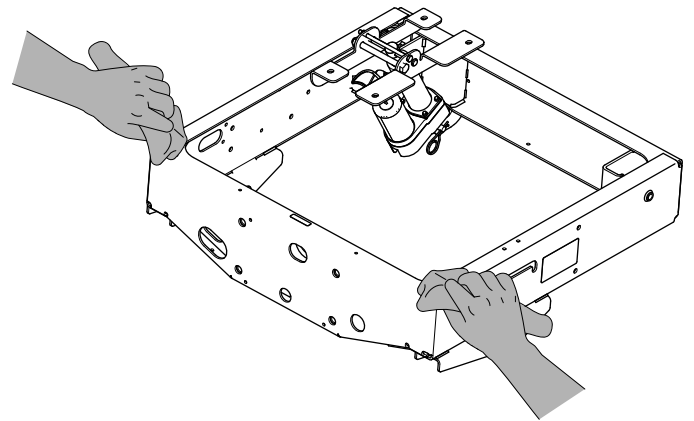

Figure 14
1. Nettoyez les 2 emplacements sur le cadre (Figure 14) de manière que la face adhésive des plaquettes en mousse colle correctement sur le cadre.